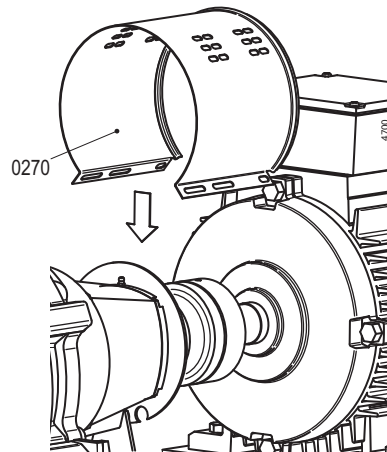

Abbildung 18: Montage des Mantels auf der Motorseite.
- 2 Die beiden Schutzhauben (0270) entfernen. Siehe Abbildung 18.